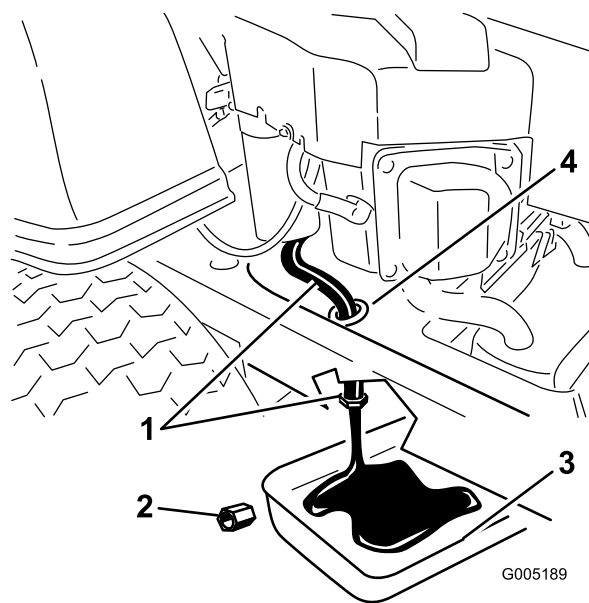

Figura 30
- Coloque un recipiente debajo del tubo de vaciado de aceite según se muestra en Figura 30
- Utilizando dos llaves (una para mantener el tubo de vaciado del aceite y otra para aflojar el tapón) retire el tapón de vaciado de aceite (Figura 30).
13. Cuando se haya drenado completamente el aceite, coloque el tapón de vaciado. Apriete el tapón a un par de 14 Nm (125 pulgadas-libra). Limpie cualquier exceso de aceite Figura 30.